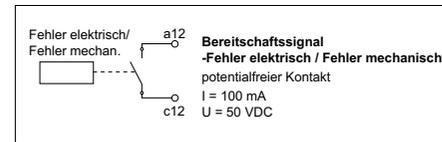

Abb.5: Ausgangssignal
- Bereitschaftssignal:** (s. Abb.5 u. 6) Ein **Fehler elektrisch** (Unterspannung, Kurzschluss oder Übertemperatur) bzw. **Fehler mechanisch** (nur E50) hebt das Signal auf. Im fehlerfreien Zustand ist der Relaiskontakt geschlossen.